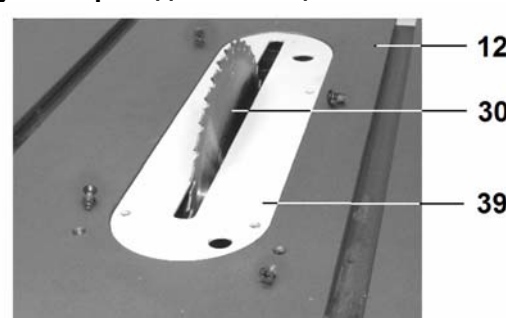

Рис.19
8.5.4. Если предстоит выполнять несквозное пиление (выборка паза и т.п.), опустите расклинитель (37) максимально вниз, ниже поверхности рабочего стола (12). На рабочий стол (12) установите вставку (39), Рис.19. Вставка (39) монтируется в замок и на магните, высота регулируется через отверстия в вставке (39) поднятием или опусканием опорных винтов.